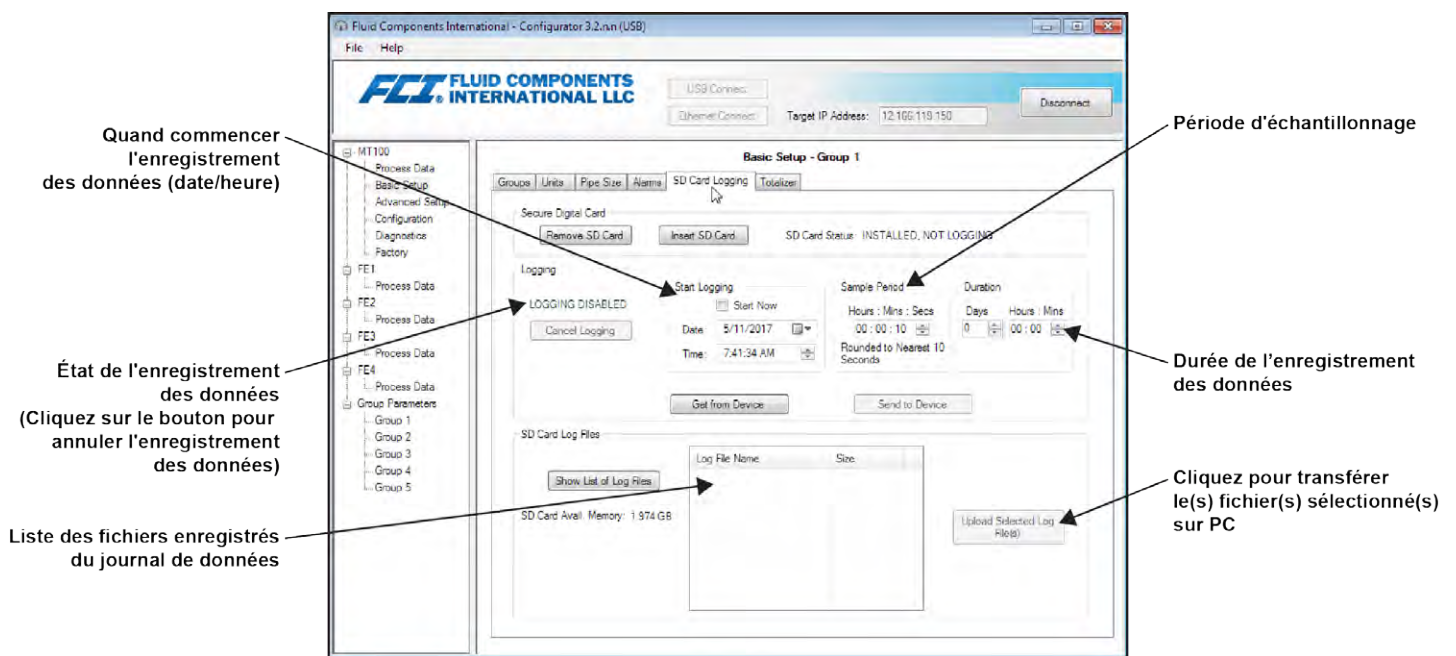

Figure 32 – Exemple d'écran SD Card Data Logging (logiciel de configuration MT100)
Après avoir installé la carte microSD dans le système, utiliser l'application logicielle de configuration MT100 pour configurer et démarrer/arrêter l'enregistrement des données. Un exemple d'écran **SD Card Logging** est illustré dans la Figure 32 ci-dessous. Configurez la section *Journalisation* de cet écran pour configurer la journalisation des données.
- Télécharger le ou les fichiers journaux sélectionnés vers un PC à l'aide d'un câble USB et de l'application de configuration MT100 : Démarrez le logiciel de configuration MT100. Sélectionner **USB Connect** sur l'écran d'accueil. Sélectionner la branche *Basic Setup* dans l'arborescence du menu sur le côté gauche de la fenêtre. Sélectionner l'onglet **SD Card Logging**. Voir Figure 32 à la page 38. Dans le cadre *Fichiers journaux de la carte SD*, cliquez sur **Afficher la liste des fichiers journaux**. Sélectionner le ou les fichiers souhaités dans la liste qui s'affiche. Cliquez sur **Télécharger les fichiers journaux sélectionnés**. Une boîte de dialogue de fichiers de l'Explorateur Windows apparaît, indiquant les emplacements des fichiers de l'ordinateur hôte. Sélectionner l'emplacement d'enregistrement du fichier souhaité, puis appuyer sur **OK**. Le fichier est ensuite copié vers l'emplacement spécifié de l'ordinateur hôte.